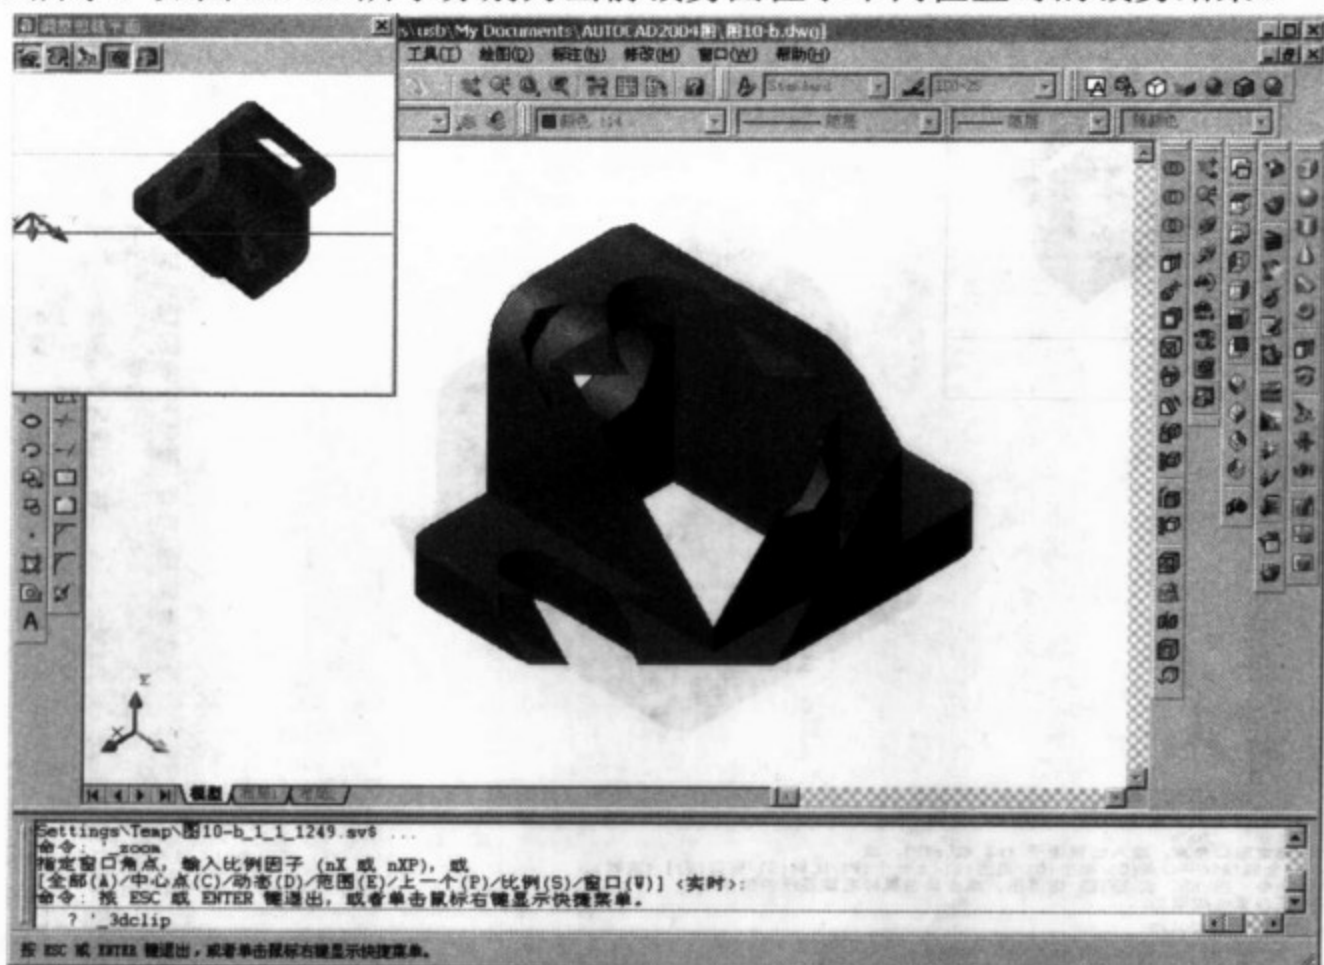
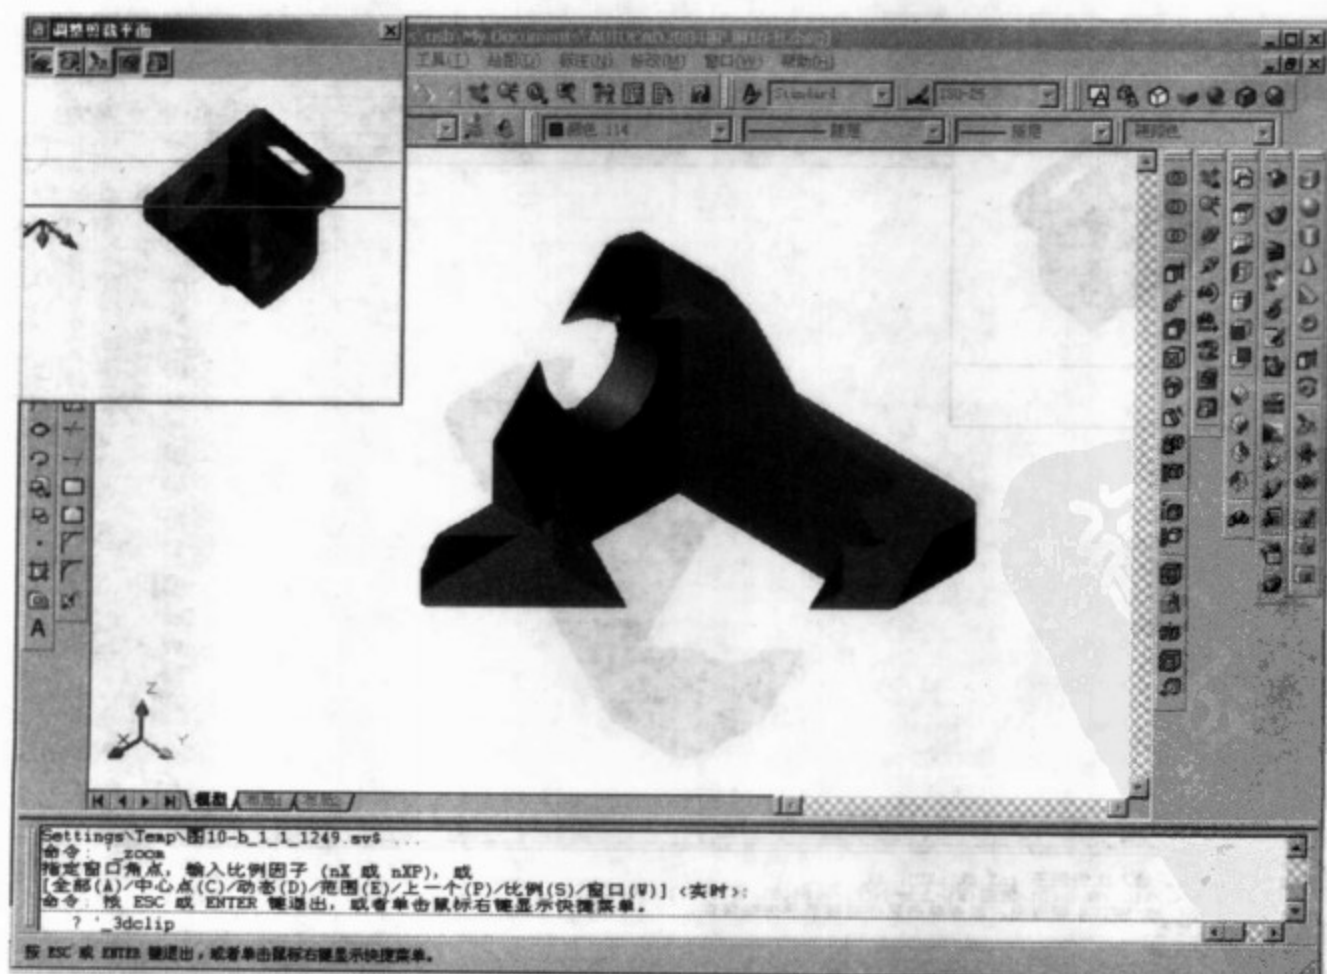

图 10-19 前向裁剪 (一)
图 10-20 前向裁剪 (二)
(4) 前向裁剪开/关 。打开和关闭前向裁剪功能。按下【前向裁剪开/关】按钮 , 启动前向裁剪命令, 在三维动态观察器中, 将位于前向裁剪面之前的视图部分裁剪掉。如图 10-19 所示、如图 10-20 所示分别为当前裁剪面位于不同位置时的裁剪结果。